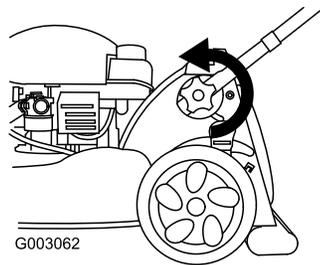

Figura 43
1. Afoje los pomos del manillar inferior (Figura 43).